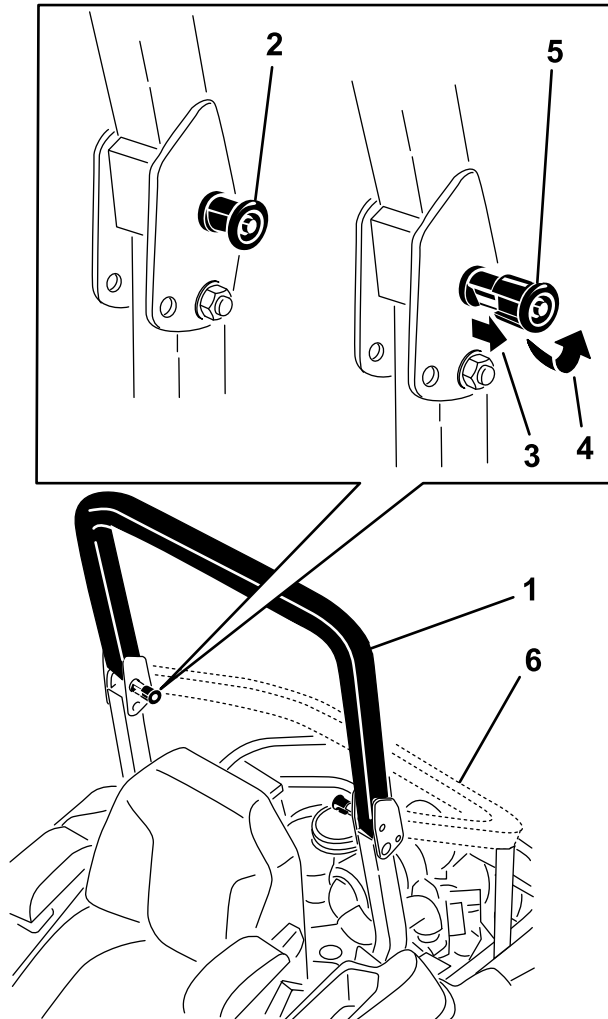

Figura 8
2. Tire de ambos pomos hacia fuera y gírelos 90 grados para desengranarlos (Figura 8).
3. Baje la barra anti-vuelco (Figura 8).
1. Suba la barra antivuelco a la posición de uso y gire los pomos para que se introduzcan parcialmente en las ranuras (Figura 8).
2. Eleve la barra antivuelco a la posición vertical, presionando sobre la parte superior de la misma; las clavijas encajarán en cuanto se alineen con los orificios (Figura 8).